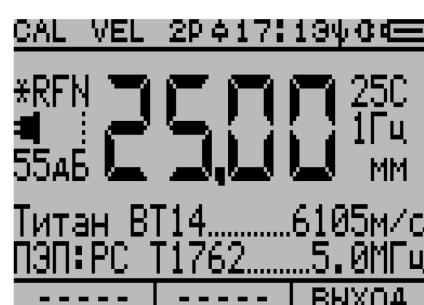

Рисунок 2.85
12) Корректировать с помощью клавиши **▲** и **▼** зафиксированное на дисплее значение толщины, чтобы оно соответствовало фактической толщине  $H_{2TB}$  толстого тест-блока (рисунок 2.85). Нажать клавишу **ENT** для введения в память прибора скорректированного значения толщины.